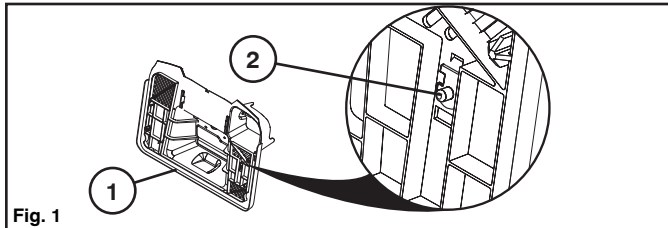

Fig. 1
- Individuare l'area dell'interruttore (2) riempimento sacco, posizionandosi in piedi dietro il trattore con il sacco tolto dalla piastra di supporto (1). (Vedere Fig. 1)